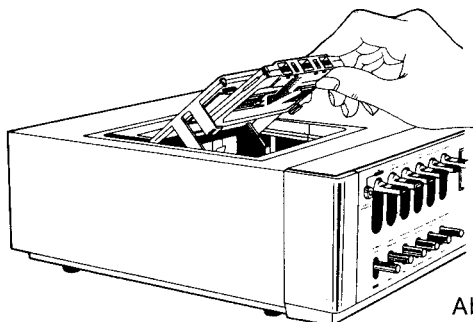

Abb. 3
- 1) Drücken Sie den Hebel Stop/Auswerfen ⑥; der Kassettenhalter ⑨ öffnet sich.
- 2) Setzen Sie die Kassette so in den Kassettenhalter ⑨ ein, wie Abb. 3 zeigt.